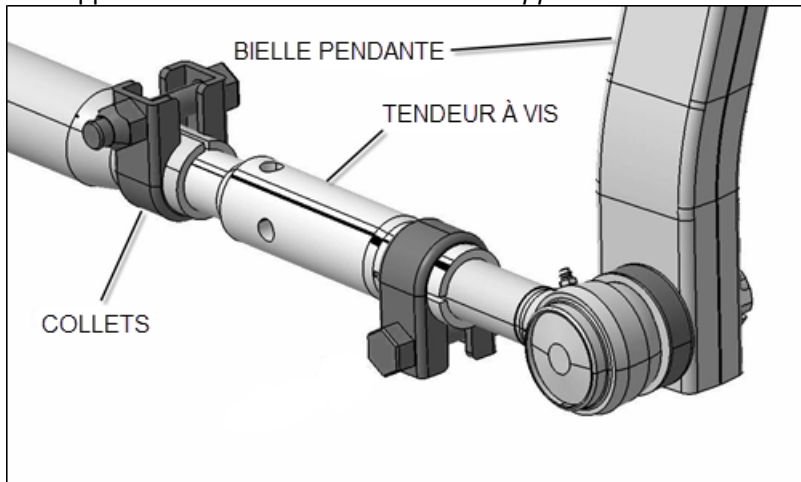

Figure 1: Tige de rappel visée avec tendeur à vis et deux collets.
1. Le rappel implique une tige de direction d'une conception antérieure comportant un tendeur à vis près de la bielle pendante. (Figure 1)
3. La tige de direction impliquée dans le rappel est reconnaissable par la présence *d'un tendeur à vis et de deux collets dans la section la plus près de la bielle pendante*. (Figure 1)